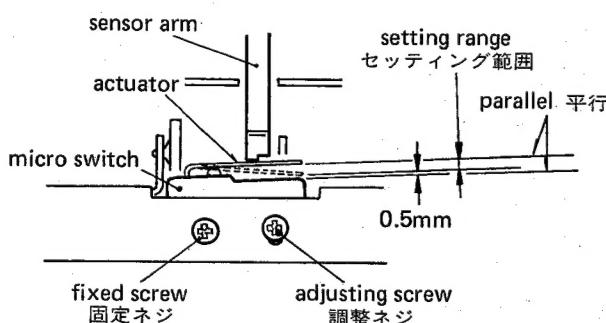

Fig. 4-1
3. Adjust mounting position of the two micro switches, cassette-in switch (S581) and record safety switch (S582) (for switch location, refer to fig. 3-3), so that the actuator position is in the setting range shown by fig. 4-1.
3. カセットイン・スイッチ (S581), 録音防止スイッチ (S582) 共 (両スイッチ取付個所は図3-3を参照), アクチュエータ位置が図4-1 のセッティング範囲内になるようにスイッチ取付位置を調整する。